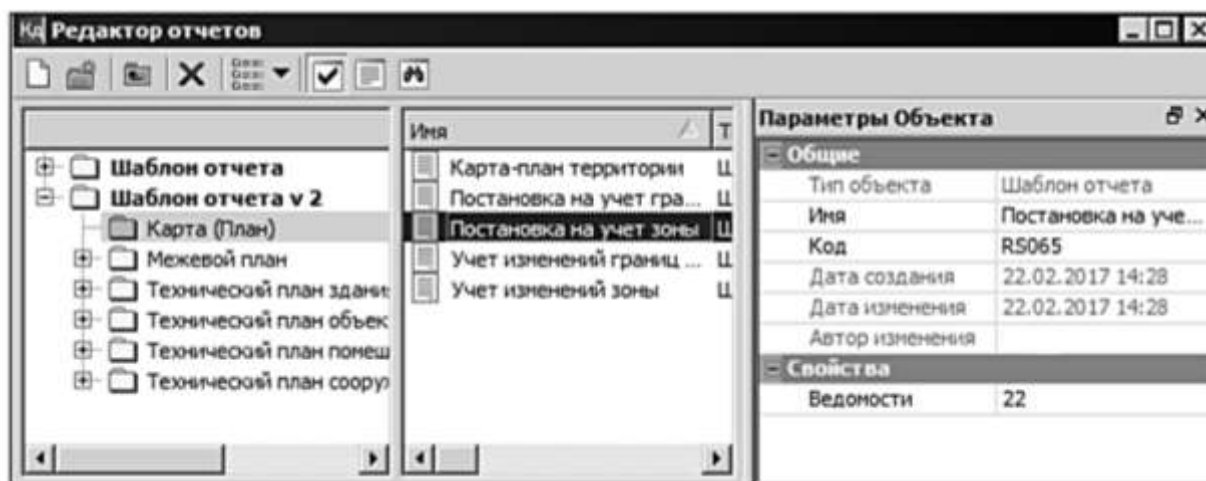
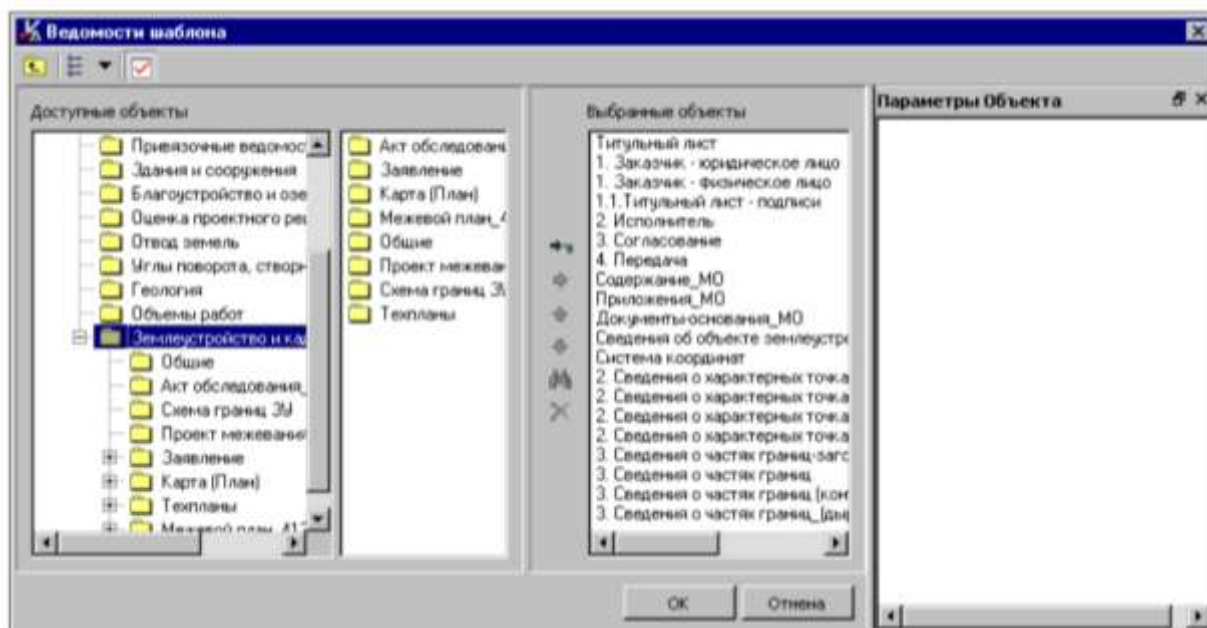

Рисунок 1 - Редактор Шаблонов отчетов
Рисунок 2 – Ведомости шаблона
На Локальной панели инструментов окна «Параметры» изменить параметры, Рис.2:
**Редактор Шаблонов отчетов** (меню **Установки**) предназначен для создания и редактирования шаблонов отчетов, которые используются для формирования ведомостей отчетов и заявлений (рисунок 1)
В левой части диалога **Редактор отчетов** отображаются папки (рисунок 1), названия которых соответствуют названиям кадастровых проектов. В этих папках хранятся созданные шаблоны отчетов, предназначенные для формирования соответствующих отчетных документов. После выбора курсором папки в средней части диалога отображается перечень шаблонов отчетов из этой папки. В правой части диалога отображаются параметры выбранного шаблона отчета (например, в поле параметра **Ведомости** отображается количество шаблонов ведомостей, используемых при создании данного шаблона отчета).
Чтобы для выбранного шаблона отчета изменить состав шаблонов ведомостей и порядок их следования (в зависимости от задач и вида кадастровых работ), следует открыть диалог **Ведомости шаблонов** (рисунок 2) по кнопке  в поле параметра **Ведомости** (рисунок 1)